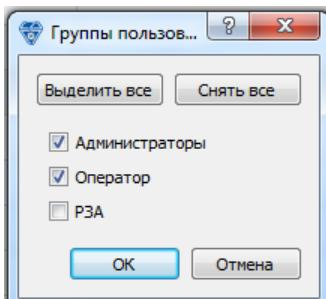

Рис. 2.8.3 Изменение группы пользователей
- «**Группа пользователей**» - в этом столбце перечислены группы пользователей, которым будет доступна данная мнемосхема в Topaz Scada. Изменить группы пользователей выбранной мнемосхемы можно двойным нажатием, вызвав диалоговое окно выбора групп пользователей (Рис. 2.8.3).